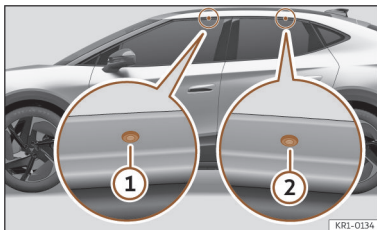

Abb. 174 Befestigungspunkte der Querstangen für den Dachgepäckträger.
Die vorderen und hinteren Befestigungspunkte ① und ② sind nur bei geöffneten Türen sichtbar >>> (Abb. 174).